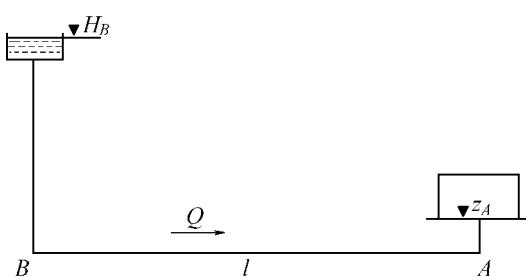

Рис. 2
3. Определить диаметр трубопровода для подачи 15 л/с воды от водонапорной башни B до предприятия A (рис. 2) при длине трубопровода $l = 1000$ м, отметке уровня воды в башне $H_B = 32$ м, геодезической отметке в конце трубопровода $z_A = 2$ м и свободном напоре $H_{cs} \geq 12$ м, если трубы:
Перепад уровней в пьезометрах до сужения ($D_1 = 0,1 \text{ м}$) и в узкой горловине ($D_2 = 0,05 \text{ м}$) в трубе круглого сечения, в которой установлен водомер Вентури, составляет 0,4 м. Ускорение свободного падения принять равным $10 \text{ м}/\text{с}^2$, $\pi = 3,14$. При входе в узкую горловину водомера, приведенного на рис. 2,
Перепад уровней в пьезометрах до сужения ($D_1 = 0,1 \text{ м}$) и в узкой горловине ($D_2 = 0,05 \text{ м}$) в трубе круглого сечения, в которой установлен водомер Вентури, составляет 0,4 м. Ускорение свободного падения принять равным $10 \text{ м}/\text{с}^2$, $\pi = 3,14$. На рис. 2 постепенное расширение называется...